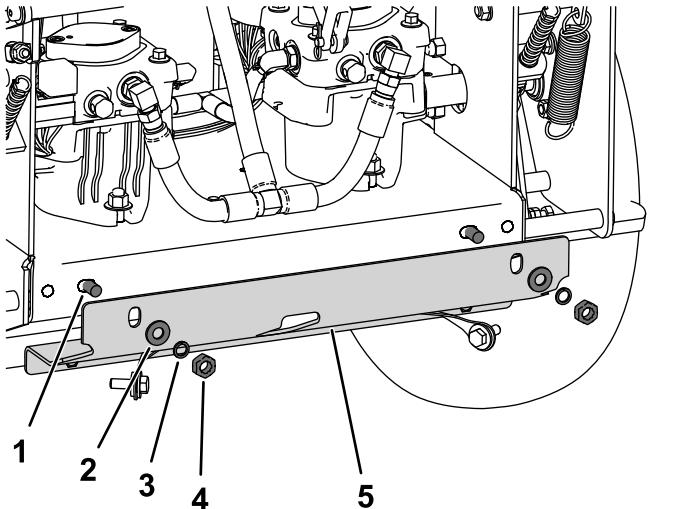

Figura 8
6. Centrate la protezione della puleggia motrice sulla parte posteriore del telaio del motore e montatela con 2 bulloni a testa tonda (M10 x 25 mm), rondelle pesanti (M10), rondelle elastiche e dadi (M10), come illustrato nella Figura 8.